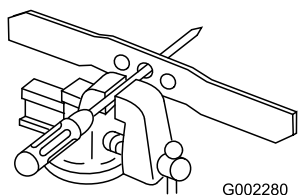

Figure 30
1. Vérifiez l'équilibre de la lame en enfilant le trou central sur un clou ou la tige d'un tournevis serré horizontalement dans un étau (**Figure 30**).